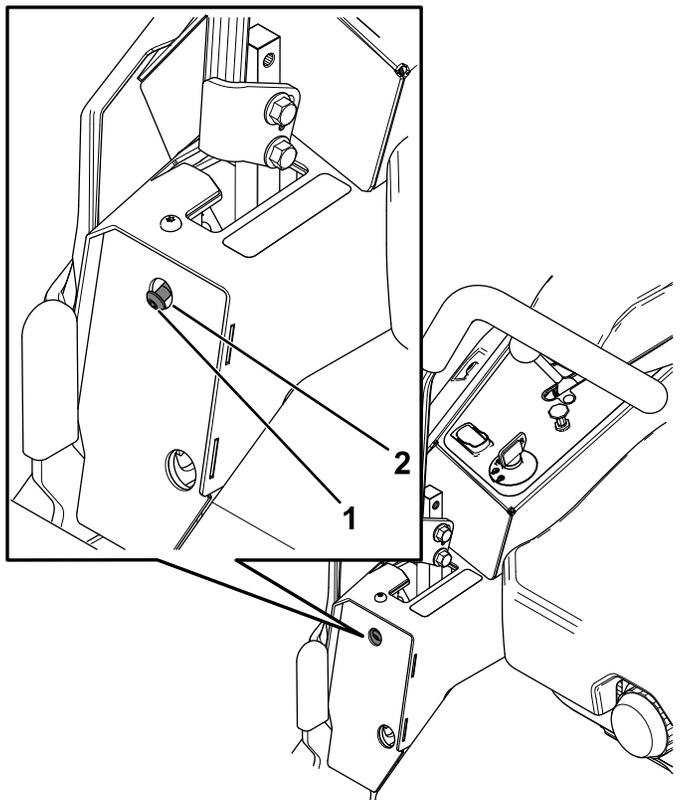

Рисунок 57
6. Если машину уводит вправо, вставьте шестигранный ключ на 3/16 дюйма в отверстие доступа в левой передней плоской панели и поверните винт регулировки прямолинейности движения по часовой стрелке или против часовой стрелки для регулировки хода рычага (Рисунок 57).
7. Если машину уводит влево, вставьте шестигранный ключ на 3/16 дюйма в отверстие доступа в правой передней плоской панели и поверните винт регулировки прямолинейности движения по часовой стрелке или против часовой стрелки для регулировки хода рычага (Рисунок 57).